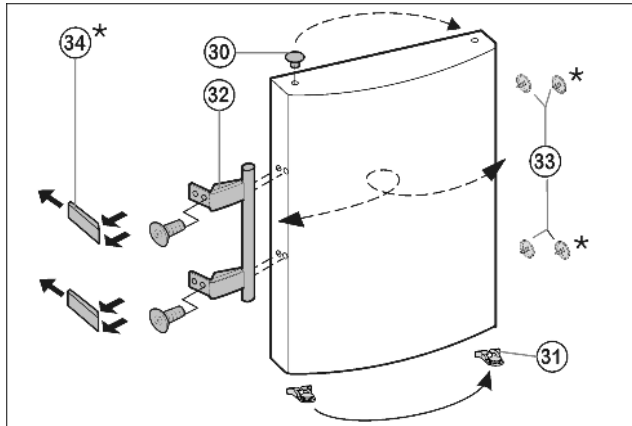

Fig. 8
- ▶ Извлеките пробку *Fig. 8 (30)* из опорной втулки дверцы и переставьте.
- ▶ Снимите и переставьте на противоположную сторону дверную ручку *Fig. 8 (32)*, пробку *Fig. 8 (33)* и прижимные пластины\* *Fig. 8 (34)*.